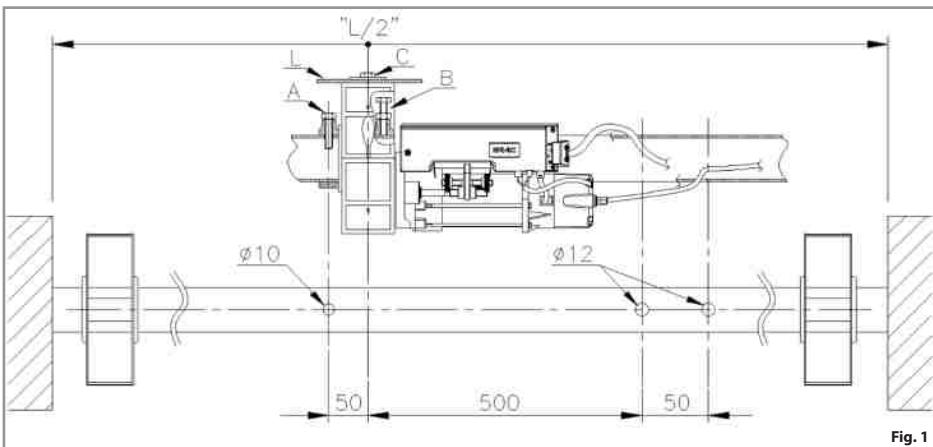
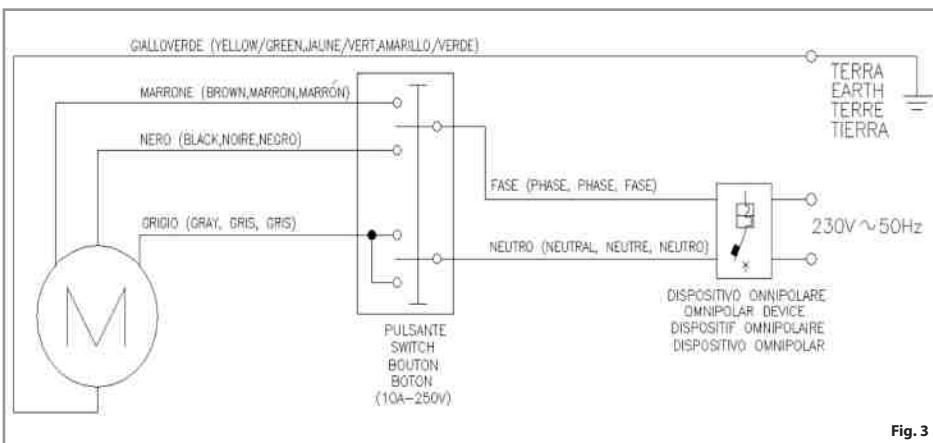

Fig. 1
Fig. 3
- 7) Dans le cas où l'arbre du rideau est inférieur à 60mm tirer profit des appropriés manchons de réduction Ø33 / Ø42 / Ø48 (l) en leur donnant une position en rapport au trou d'un diamètre de 10mm effectué auparavant (Fig.1).
- 9) Visser la vis M10 (A) privée de l'écrou hexagonal et la faire pénétrer à l'intérieur de la fibre du rideau dans le trou de 10mm (Fig.1).
- 14) Fixer le dernier élément du rideau sur le moteur avec la visse M10 (**C**) et la rondelle (Fig.1).
- 15) Faire les connexions électriques comme indiqué en fig.3 en passant le câble 4x0.75 mm² à l'intérieur de l'arbre du rideau tout en évitant tout contact avec les parties tournantes (Fig.1). En présence de moteur avec de l'électro-frein, introduire la gaine du frein à l'intérieur du second trou Ø12 (ne pas plier le câble avec une courbure trop prononcée).
- 20) Dans le cas d'une installation contraire par rapport à la Fig.1, agir de manière inverse à ce qui a été décrit vu que le microinterrupteur 2 arrêtera la descente tandis que le microinterrupteur 1 arrêtera la montée.
- 2) Efectuar sobre el árbol del cierre metálico los tres taladros como mues la fig.1.
- 7) En el caso de que la barra del cierre sea inferior a 60mm utilizar los mandos de reducción existentes Ø33 / Ø42 / Ø48 (l) a tal efecto, posicionandolos con referencia al agujero de diámetro 10mm efectuado precedentemente (Fig.1).
- 14) Llevar el ultimo elemento del cierre metálico sobre el motor y fijarse en él a través del tornillo M10 (**C**) con randella (Fig. 1).
- 15) Llevar a cabo las conexiones eléctricas como mues la fig.3 pasando el cable 4x0.75 mm² situado en el interior de la barra del cierre evitando cualquier contacto con las partes giratorias. En presencia de motor con electrofreno, introducir la funda del freno dentro del segundo taladro Ø12 (Dejar el cable sin curvas pronunciadas).
- 20) En el caso de una installacion contraria respecto a la fig.1, actuar en modo contrario a todo lo aqui descrito ya que el microinterruptor 2 parara la bajada mientras el microinterruptor 1 parara la subida.
- 2) Efetue no veio da grade de enrolar os três orifícios mostrados na fig. 1.
- 14) Coloque o último elemento da grade de enrolar no motorredutor e fixe-o com o parafuso M10 (**C**) com anilha (ver fig. 1).
- 15) Execute as ligações elétricas mostradas na fig. 3 passando o cabo de alimentação 4x0,75 mm², por dentro do veio da grade de enrolar evitando qualquer contacto com as partes móveis (fig. 1). Em caso de motorredutor com travão elétrico, insira a bainha do travão dentro do outro orifício de Ø12 (evite de qualquer maneira criar dobras no cabo e fazê-lo executar curvas muito acentuadas no seu percurso até ao chão após o tubo).
- 20) No caso de instalação contrária em relação à fig. 1 agir de forma inversa ao que é descrito, visto que o microinterruptor 2 irá parar a descida enquanto o microinterruptor 1 irá parar a subida.